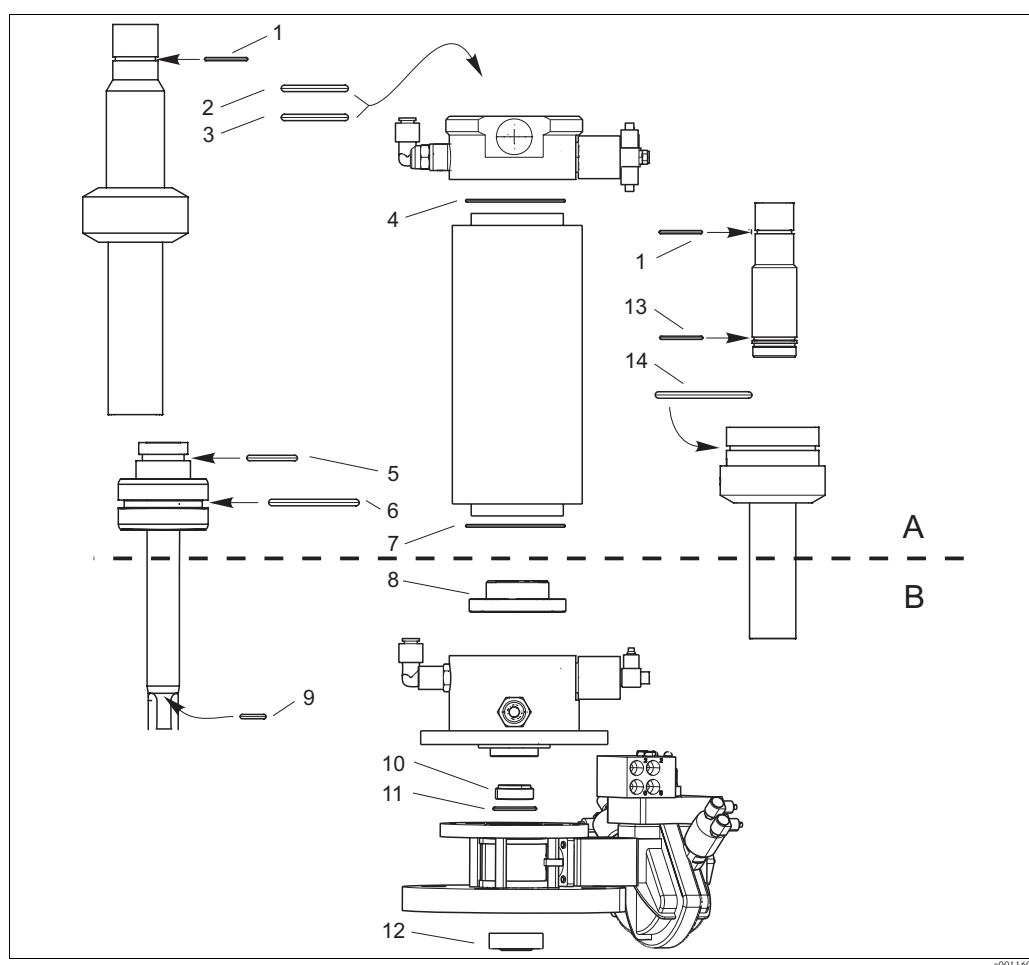

Fig. 38 : Position des joints
2. Remplacez les joints toriques montrés dans la fig. 38.